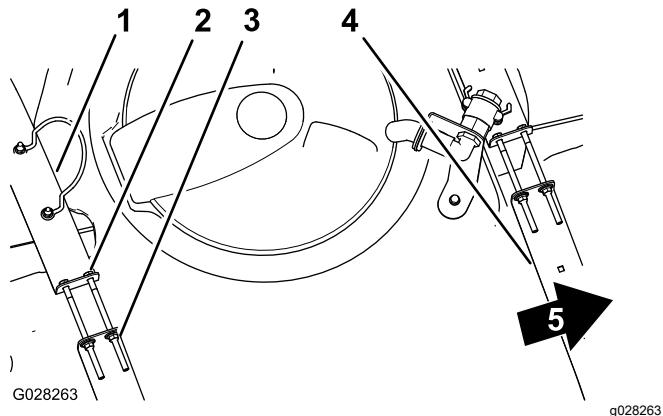

图 31
3. 如果药缸箍带与药缸之间有松动应拧紧箍带顶部的凸缘锁紧螺母和螺栓直到箍带与药缸表面齐平 **图 31**。
2. 检查药缸箍带与药缸之间是否有任何活动 **图 31**。